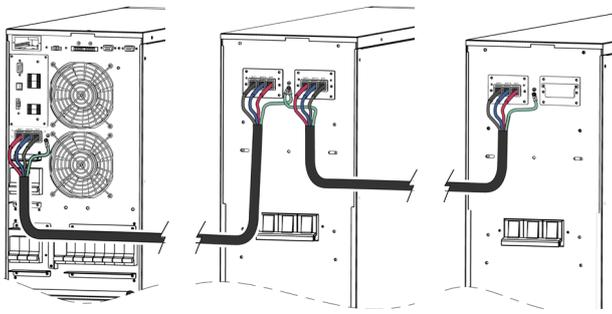

Fig. 31. Conexión entre el SAI y uno o varios armarios de baterías.
5.2.4. Conexión de los bornes de baterías del equipo con los del módulo de baterías (Fig. 31).
- La conexión del armario de baterías con el SAI, se realizará mediante la manguera que se suministra con cada armario de baterías conectando un extremo a los bornes del SAI y el otro a los bornes del módulo de baterías, respetando la polaridad indicada en el etiquetado de cada elemento y en este manual. Respetar conexionado por colores de cables: un color de positivo del SAI a positivo del armario de baterías; otro color de negativo del SAI a negativo de baterías; otro color de neutro del SAI a toma media de baterías (N). Usar cable verde-amarillo para interconectar las tomas de tierra, ver Fig. 31. En las Fig. 1, Fig. 3 y Fig. 4 se puede ver en mas detalles los conectores de baterías y sus respectivos tierra.
- Para autonomías extendidas en que se suministran **más de un módulo o armarios de baterías**, la conexión será siempre en paralelo entre ellos y el equipo (ver Fig. 31).